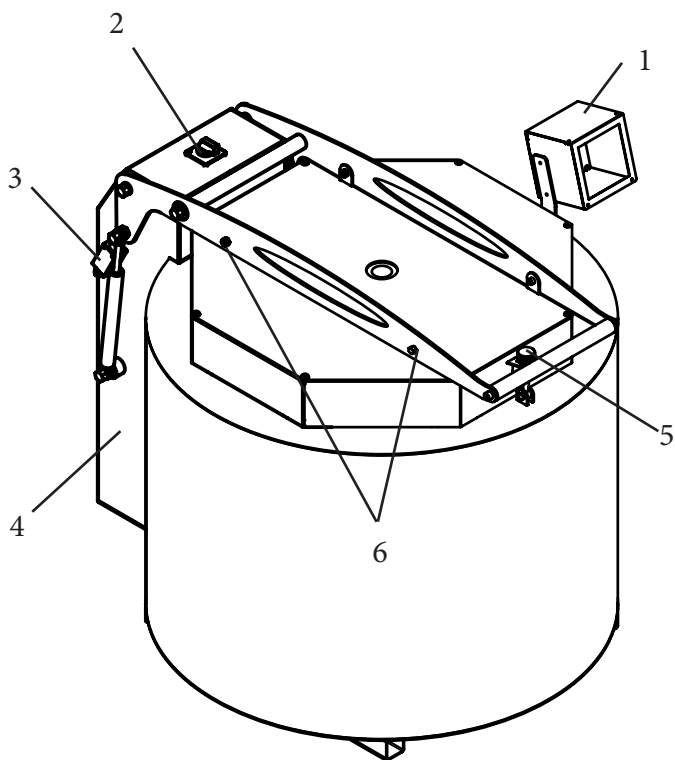

Рисунок 2. Элементы Печи
- закрыть крышку и отпустить 4 крепежных винта (см рис. 2);